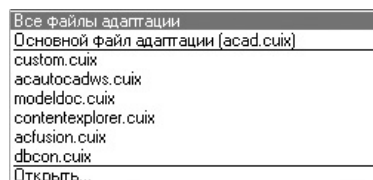

Рис. 1.23. Список файлов настраиваемого пользовательского интерфейса
- **Адаптации: Все файлы.** Здесь представлены элементы настраиваемого пользовательского интерфейса, в которые можно вносить изменения. Вы можете изменять все файлы интерфейса или выбрать какой-либо один из раскрывающегося списка, расположенного в верхней части области (рис. 1.23).